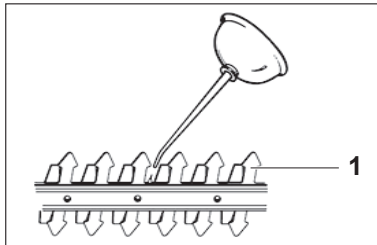

Fig. 10
1. Mantenha sempre o dispositivo de corte (1) limpo e livre de detritos. Remova os detritos cortados.
2. Lubrifique o dispositivo de corte (1) depois de cada utilização, assim prolongará a duração do aparelho e da respetiva lâmina. Aplique uma gota de óleo ao longo da lâmina (Fig. 10).